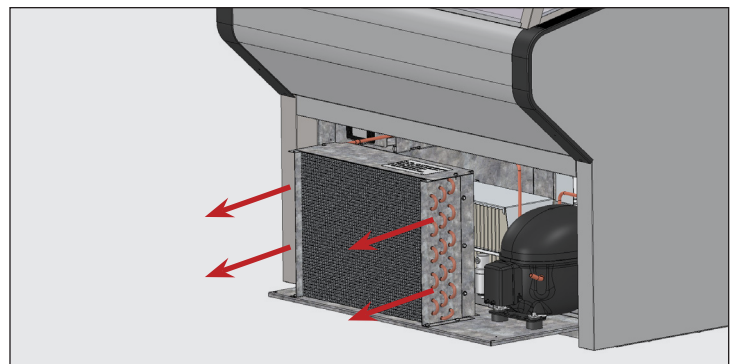

Fig. 6. Deslice con cuidado la unidad de condensación hacia afuera.
8. Deslice con cuidado la unidad de condensación hacia fuera (las conexiones de los tubos son flexibles). Sople ligeramente aire comprimido o CO₂ a través del serpentín hasta que esté limpio. Véase la fig. 6.